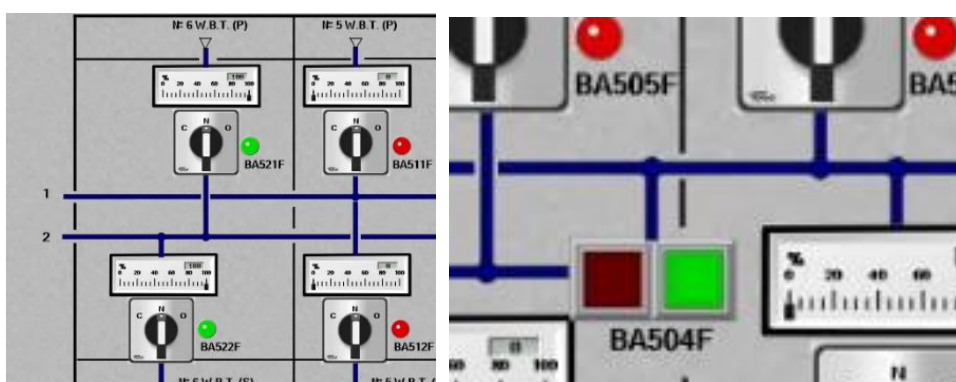

Figura 55- vàlvules obertes
1. Obrir les vàlvules dels tancs N6 WBT (P/S) que són la BA521F i la BA522F. Per fer-ho mantindrem el seleccionador pressionat cap a la O (*open*) fins que l'indicador de percentatge ens indiqui que estan obertes al 100% i els LEDs s'il·luminin de color verd (*Figura 55 esquerra*).
2. Com s'ha comentat anteriorment, hi ha dues línies que alimenten els tancs de llast, la 1 i la 2. En el nostre cas, els tancs 6 estan alimentats per la 2, però per tal de permetre un major caudal d'entrada obrirem la vàlvula BA504F que fa de *crossover*, és a dir, ens permet comunicar les 2 línies. Per fer-ho mantindrem pitjat sobre el seu botó verd uns 3 segons fins que comenci a parpellejar, un cop deixi de fer-ho ens indicarà que ja està completament oberta (*Figura 55 dreta*)